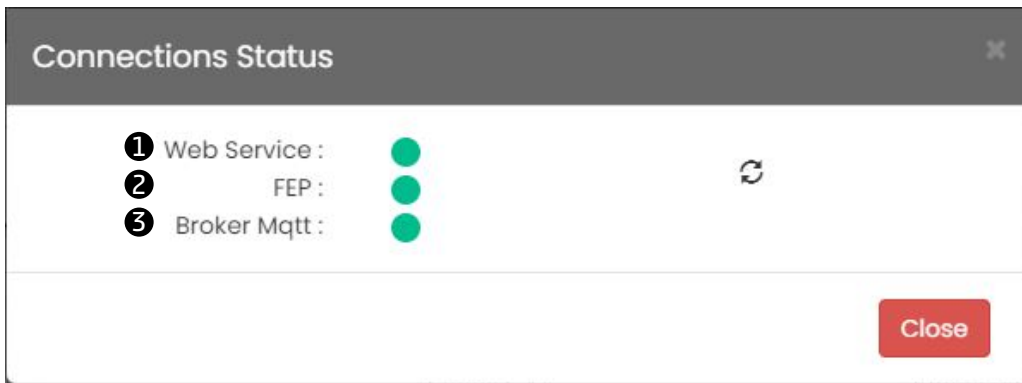

Figura 8.6: Verifica dello stato della comunicazione tramite Web App
2. Accedere alla finestra "Connections Status" all'interno del menu "Setup" nella Web App e verificare lo stato delle connessioni, se funzionano tutte correttamente dovrebbero essere di colore verde come mostrato in figura 8.6.